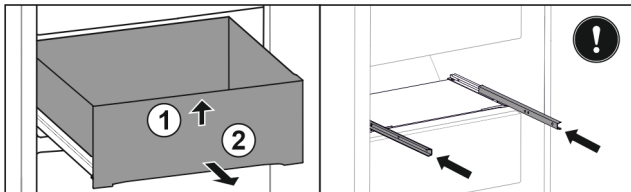

Fig. 36 \*
- ▶ Schubfach vorne anheben Fig. 36 (1).\*
- ▶ Nach vorne entnehmen Fig. 36 (2).\*